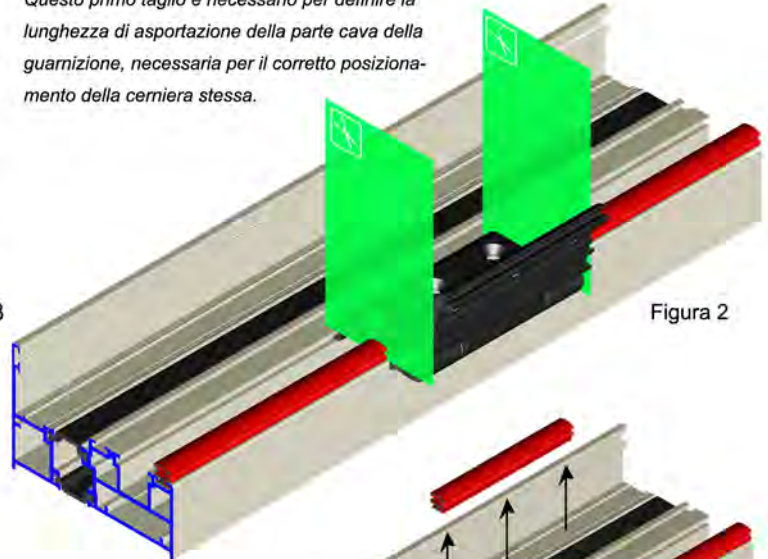

Figura 2
- 2 - Tagliare la guarnizione D4210143 in corrispondenza delle estremità dell'ala della cerniera, perpendicolarmente allo sviluppo della stessa, come rappresentato in Figura 2 dai due piani verdi.